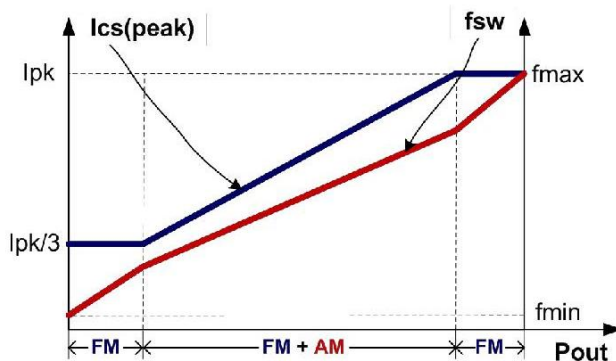

图 4
如图 4 所示，为了满足严苛的平均效率和待机功耗要求，U6315 采用了调幅控制 (AM) 和调频控制 (FM) 结合的多模式控制技术。